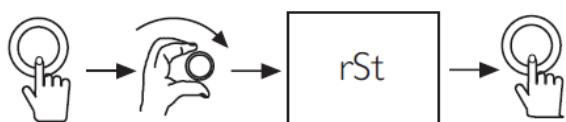

Fig. 28: Rearne de códigos de error
- Algunos códigos de error pueden rearmarse. Si aparece un código de error en la pantalla, realice el proceso de rearne (Fig. 28) para intentar eliminar el fallo.